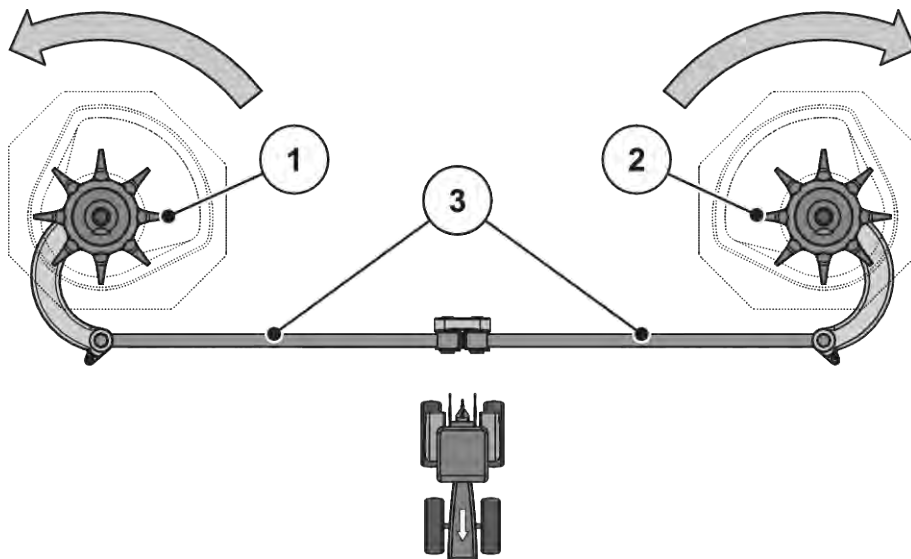

Fig. 52: Kontrol af røreværksdrevet
- Drej rørehovedet med hånden i **spredeskivens rotationsretning**. Se Fig. 52 Kontrol af røreværksdrevet.
- Drej rørehovedet med hånden eller ved hjælp af et oliefilterbånd kraftigt **mod spredeskivens rotationsretning**. Se Fig. 52 Kontrol af røreværksdrevet